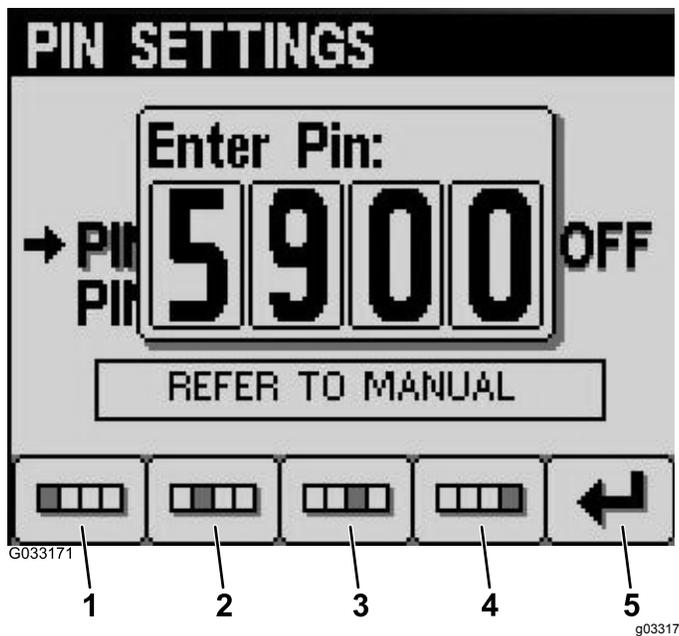

Рисунок 23
6. На экране PIN Entry (Ввод ПИН-кода) введите ПИН-код (по умолчанию 5900), используя кнопки с 1 по 4 для выбора цифр и затем нажав кнопку 5 для завершения ввода ПИН-кода (Рисунок 23).